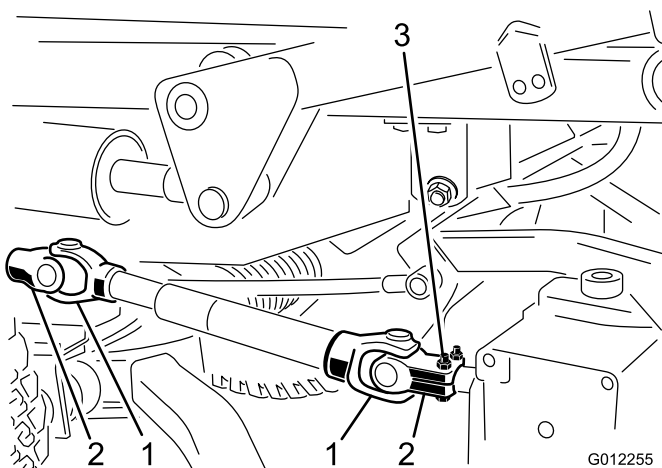

図 19
3. 駆動シャフトのヨークをギアボックスに固定しているロールピンをたたいて外す(図 19)。キャップスクリューとロックナットをゆるめて、入力シャフトからヨークを外す。カッティングユニットを取り付けずにトラクションユニットを使用する場合には、トラクションユニットのPTOシャフト部分でヨークからロールピンを外して、駆動シャフト全体をトラクションユニットから取り外す。